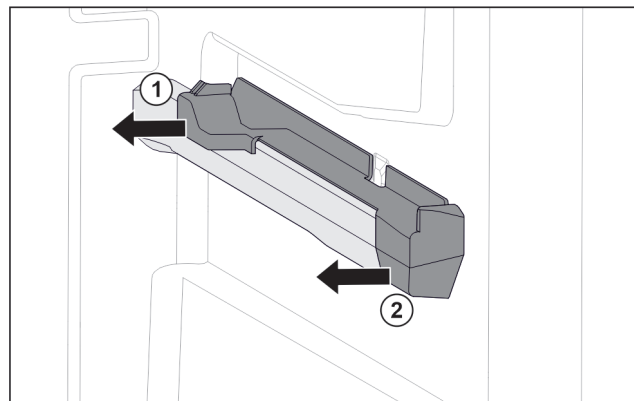

Fig. 122 Natični dio na desnom žlijebu spremnika
- Skinite natični dio straga u stranu. Fig. 122 (1)
- Skinite natični dio sprijeda u stranu. Fig. 122 (2)